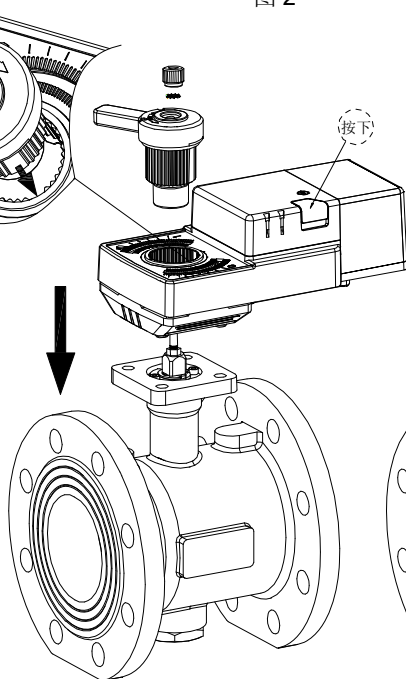

图 5
- (3) 如图 5, 连接杆与执行器配合装入, 按图中箭头指示, 对准防呆槽卡入。